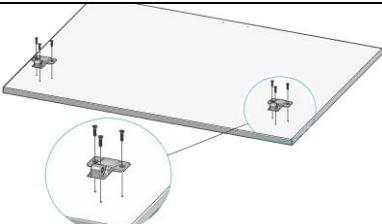

Рис. 19
5.3.1. На столешницу (поз. 5) прикрутить СУТ.11.192. Кронштейн шарнира (поз. 1, пакет № 30а) при помощи саморезов с потайголовкой 4x12 (поз. 2, пакет № 30а), см. рис. 19.